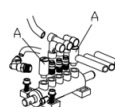

Fig 23
2. Desaperte os silenciadores das válvulas (A) correspondentes ao pedal de abertura/fecho do mordente e ao pedal do separador de talões; (Fig. 23)
3. Limpe os silenciadores com ar comprimido; se estiverem danificados, substitua-os de acordo com a lista de peças sobresselentes. (Fig. 23)